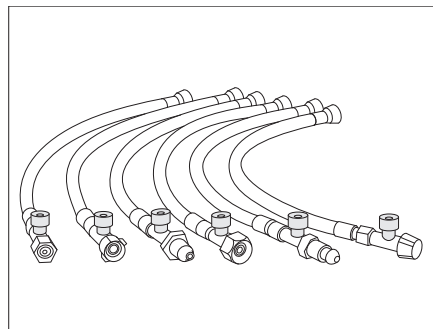

Fig. 190 Mangueras de alta presión con dispositivo de seguridad en caso de rotura de manguera (variantes país específicas)
- Presionar con fuerza el botón verde en la manguera de alta presión (Fig. 190).